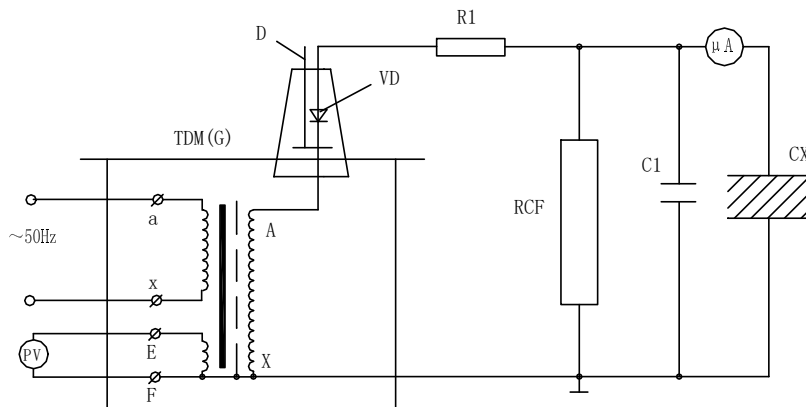

图 7：高压直流泄漏试验接线图
1、YD (G) 试验变压器在做被试品的直流耐压或泄漏试验时接线原理图如图 7。
注：此试验应先抽出短路杆“D”，图 7 中所示。